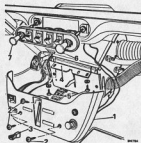

Abb. 2
- Die drei Sicherungsschrauben abnehmen und Heizungsabgleich von Heizkörper trennen, wobei der Schalter für die beleuchtete Heckleuchte und der Zigarettenanzünder noch angeschlossen bleiben, s. Abb. 2.
- Die zwei Schrauben abnehmen, die das Vorderteil der Heizung an der Unterseite der Paketablage sichern und Heizung senken (Abb. 2).